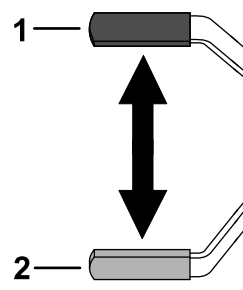

Рисунок 14
- Для включения стояночного тормоза потяните рычаг тормоза назад и вверх (Рисунок 14).
- Для выключения стояночного тормоза потяните рычаг назад и затем вниз (Рисунок 14).